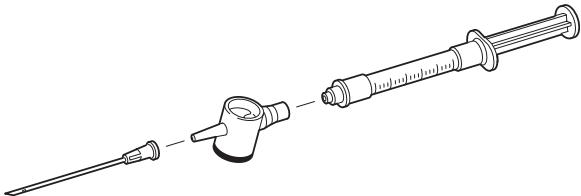

Figura 1
- 4. Retire la tapa de la jeringa prellenada y enrosque la jeringa en el otro saliente de la cámara. Tenga cuidado para no contaminar la vía de líquido. Consulte la figura 1.